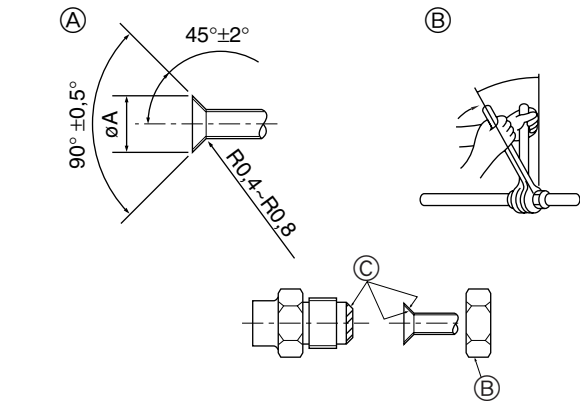

Fig. 4-1
4.1. Tubos de conexión (Fig. 4-1)
① Dimensiones del corte abocinado